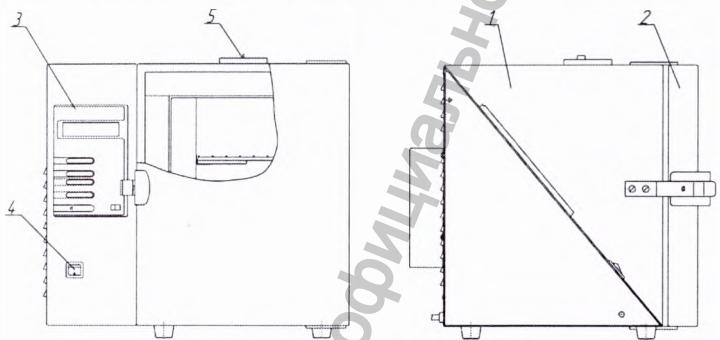
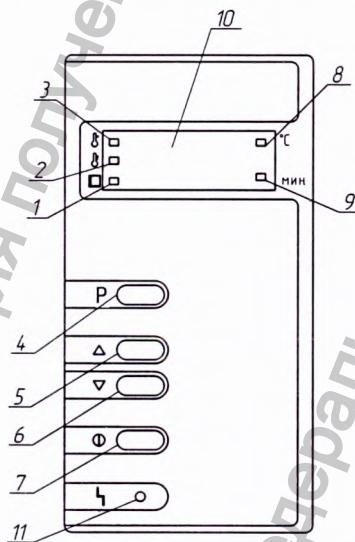

Рисунок 1. Общий вид.
Рисунок 2. Блок управления.
1.4.1 Общий вид стерилизаторов представлен на рис. 1 и 2.
Установить выключатель (поз. 4, рис. 1) в положение "I". На блоке управления загорится индикатор (поз. 8, рис. 2), информационное табло (поз. 10, рис. 2) отображает текущую температуру в стерилизационной камере.
Для выбора режима стерилизации нажать на кнопку "P" (поз. 4, рис. 2) и выбрать нужный, путем нажатия на одну из кнопок "Δ", "∇" (поз. 5, 6, рис. 2).
Для запуска выбранного режима кратковременно (не более 2 сек) нажать на кнопку "①" (поз. 7, рис. 2). Стерилизатор перейдет в фазу «НАГРЕВ», начнет мигать индикатор "НАГРЕВ"/"ВЫДЕРЖКА" (поз. 3, рис. 2). Информационное табло индицирует изменение температуры в камере. Происходит нагрев до установленного значения температуры.
В фазе «ОХЛАЖДЕНИЕ» индикатор продолжает показывать изменение температуры в камере и горит индикатор "ОХЛАЖДЕНИЕ" (поз. 2, рис. 2). Температура в камере падает. При понижении температуры до 75°C гаснет индикатор "ОХЛАЖДЕНИЕ", загорается индикатор "ВЫГРУЗКА" (поз. 1, рис. 2) и звучит прерывистый звуковой сигнал, который выключается через 1 минуту. Для отключения звукового сигнала, необходимо удерживать кнопку "P" не менее 3-х секунд.
2.3.2 Установить выключатель (поз. 4, рис. 1) в положение "I". На блоке управления загорится индикатор (поз. 8, рис. 2), информационное табло (поз.10, рис. 2) показывает текущую температуру в стерилизационной камере.
2.3.3 В алгоритм работы стерилизаторов, заложена возможность автоматического запуска прерванного (в результате кратковременного пропадания питающего напряжения) цикла. Если после включения произошел автоматический запуск цикла, то для его остановки необходимо нажать на кнопку "①" (поз. 7, рис. 2) и удерживать ее в течение 3 секунд.
2.3.4 Для выбора режима стерилизации необходимо нажать на кнопку "P" (поз. 4, рис. 2), (на информационном табло попеременно отображаются установленная температура и время выдержки) и выбрать требуемый, путем нажатия на одну из кнопок "Δ" или "V" (поз. 5, 6, рис. 2). Для выбора доступны четыре предустановленных заводом-изготовителем режима работы, соответствующие требованиям ГОСТ 22649-83 (таблица 3). Запуск цикла осуществляется коротким (не более 2 сек) нажатием кнопки "①".
После перехода в состояние редактирования режима начнет мигать индикатор температуры (поз. 8, рис. 2). Кнопками «Δ» и «∇» установите нужное значение температуры.
После установки требуемой температуры, для перехода в заданию времени выдержки, необходимо удерживать нажатой кнопку «Р» в течении 3-х секунд. Начнет мигать индикатор времени (поз. 9, рис. 2). Кнопками «Δ» и «∇» установите нужное значение времени выдержки.
2.3.8 При достижении заданной температуры стерилизатор переходит в фазу «ВЫДЕРЖКА». Включается светодиодный индикатор " ВЫДЕРЖКА " (поз. 3, рис. 2), информационное табло попеременно индицирует время выдержки и текущую температуру в камере. Происходит выдержка при заданной температуре, по истечении которой стерилизатор переходит в фазу «ОХЛАЖДЕНИЕ».
2.3.9 В фазе «ОХЛАЖДЕНИЕ» индикатор продолжает показывать изменение температуры в камере и горит индикатор "ОХЛАЖДЕНИЕ" (поз. 2,рис. 2). Температура в камере падает.
2.3.10 При понижении температуры до 75 °С гаснет индикатор "ОХЛАЖДЕНИЕ", загорается индикатор "ВЫГРУЗКА" (поз. 1, рис. 2) и звучит прерывистый звуковой сигнал (в течении 1 минуты), после чего можно открыть дверь и произвести выгрузку.
2.3.11 По окончании работы установить сетевой выключатель в положение "О" (поз. 4, рис. 1).